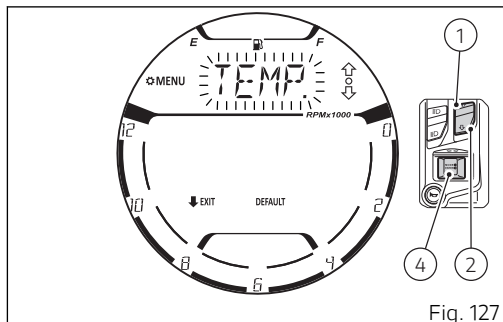
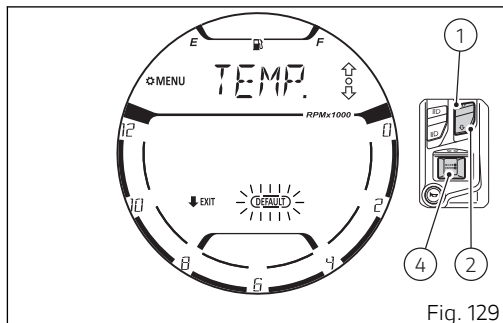

Fig. 127
Fig. 129
Cada vez que se presiona el pulsador (1) o el pulsador (2) el salpicadero visualiza de manera parpadeante y progresiva, la configuración "TEMP." (Fig. 127), el borde de la inscripción "DEFAULT" (Fig. 129) para luego volver al valor "SPEED" (Fig. 124) parpadeante.
Mediante los pulsadores (1) y (2) seleccionar el valor parpadeante "TEMP." (Fig. 127) y presionar el pulsador (4).
En alternativa con los pulsadores (1) y (2) es posible seleccionar la unidad de medida deseada haciéndola parpadear. Presionar el pulsador (4) para confirmar. Luego el display vuelve a visualizar la inscripción "TEMP." parpadeante (Fig. 127).
Mediante los pulsadores (1) y (2) seleccionar la indicación "DEFAULT" con borde parpadeante (Fig. 129) y presionar el pulsador (4).